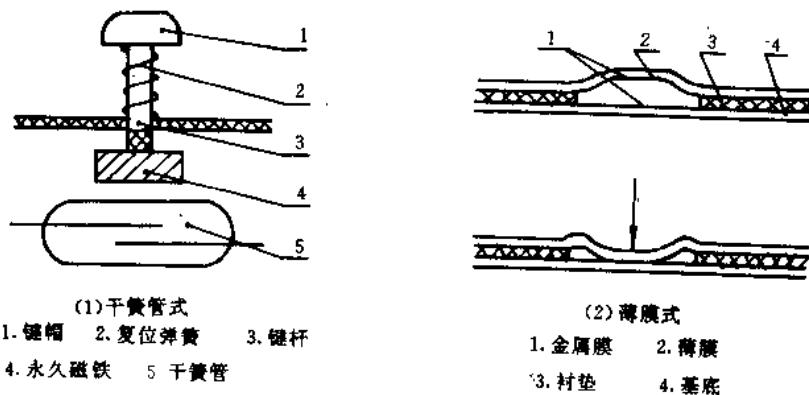

图 1-2 干簧管式和薄膜式键开关
(2) 干簧管式, 见图 1-2(1)。
(3) 薄膜式, 见图 1-2(2)。